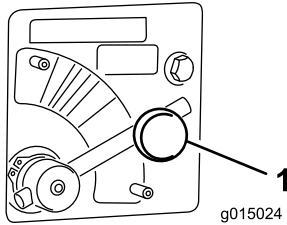

Figura 6
1. Allentate la manopola che fissa la leva della valvola dello spargitore (**Figura 6**).
2. Ruotate la leva della valvola dello spargitore sul colore desiderato (**Figura 6**).
Spostate la leva della valvola dello spargitore sulla sezione **BLU** (VELOCITÀ MAX) (**Figura 6**). La leva deve trovarsi in posizione orizzontale quando girata completamente in senso orario.